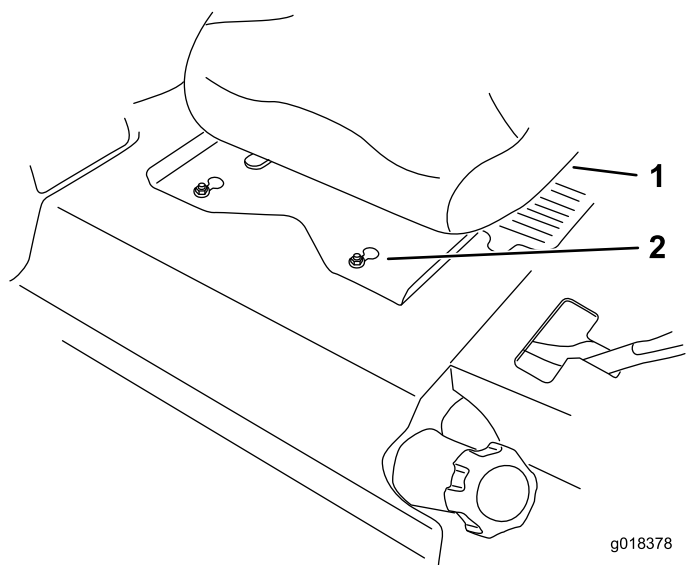

Figure 67
7. Faites coulisser le siège et son plateau en avant pour faire passer les écrous avant par l'encoche en trou de serrure (Figure 67).